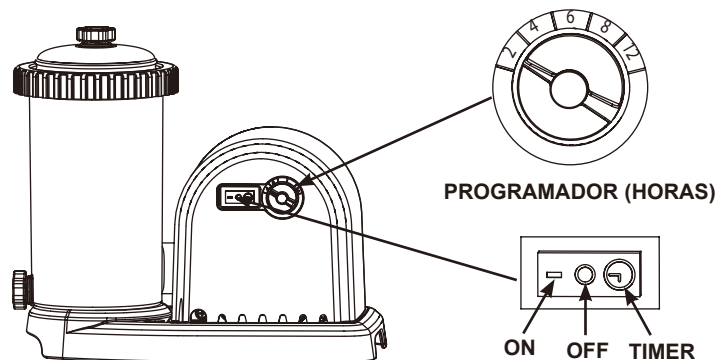

Figura 10
4. Con el agua fluyendo hacia la unidad, la presión del agua permitirá que se libere el aire que queda dentro de las válvula de liberación de aire (2). Cuando todo el aire se haya liberado el agua fluirá a través de las válvula (2). Cuando esta ocurra, apriete suavemente las válvula con la mano en el sentido de las manecillas del reloj.
- A. Programe las horas de funcionamiento deseadas. Vea Horario de funcionamiento. Vea Figura. 10.